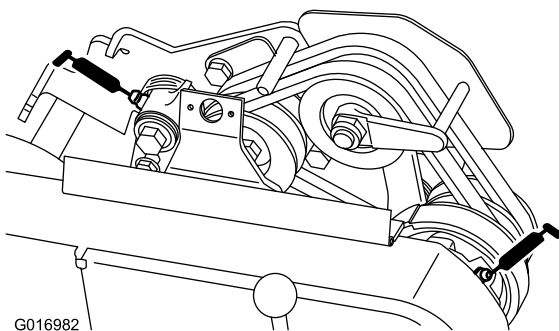

Figura 20
- 2 sui perni di rinvio della cinghia (Figura 20).